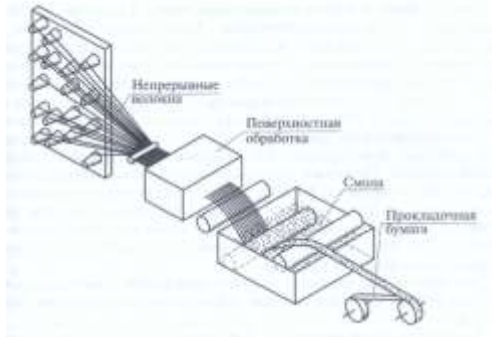

Рис.1
4. Закончите предложение. На рис. 1 представлен способ изготовления....композита.
9. Дополните технологические операции изготовления композита, представленные на рис. 1.